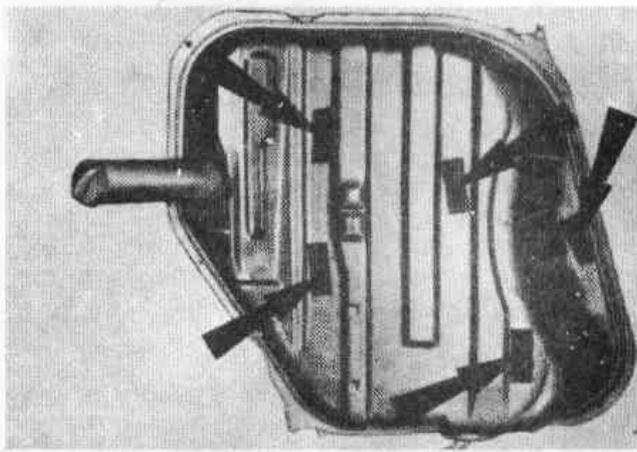

Рис.3.6. Расположение резиновых подушек топливного бака (Разд.9)
8. Установка производится в порядке, обратном снятию. Затягивайте гайки крепления ремней топливного бака, пока из них не будет выступать 40-45 мм резьбы. Убедитесь, что пять резиновых подушек надежно прикреплены к баку в местах, указанных на Рис.3.6.